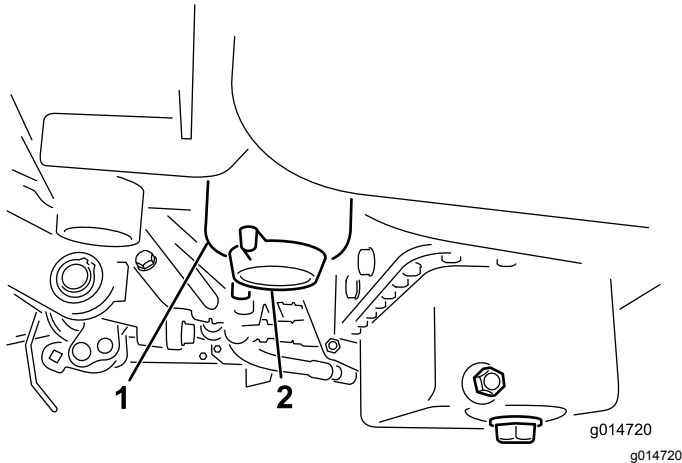

Figure 30
- Dévissez le bouchon de vidange situé sur le filtre à carburant d'environ un tour et vidangez l'eau éventuellement accumulée (Figure 30). Revissez le bouchon quand la vidange est terminée.